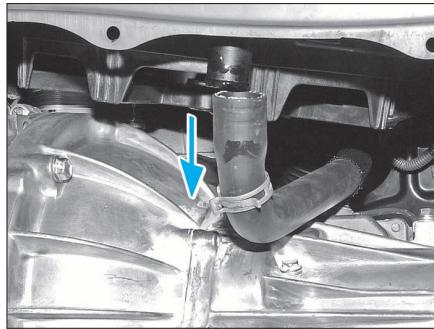

FIG. 39
- Débrancher la durite inférieure de radiateur (Fig.39).